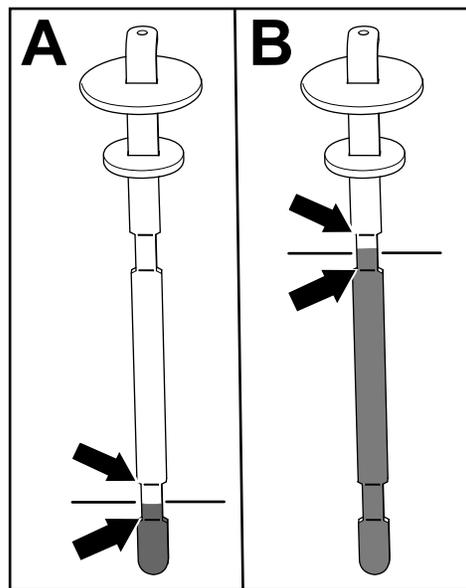

Рисунок 84
5. Извлеките щуп и проверьте уровень рабочей жидкости (Рисунок 84).
- Если у вас на машине установлен режущий блок: уровень гидравлической жидкости должен находиться на соответствующем уровне между 2 нижними отметками на щупе (А на Рисунок 84). Также допустимо, если уровень жидкости находится выше нижних отметок.
приводом: уровень гидравлической жидкости должен находиться на соответствующем уровне между 2 верхними отметками на щупе (В на Рисунок 84).